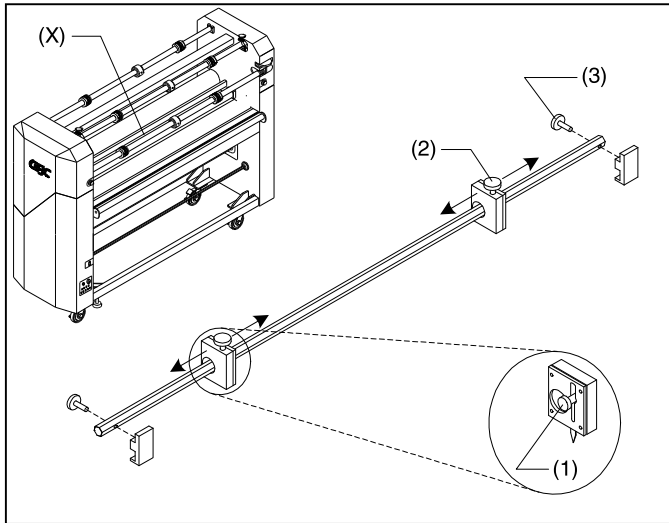

Fig. 20
X. INLINE SLITTERS: (Figure 20)